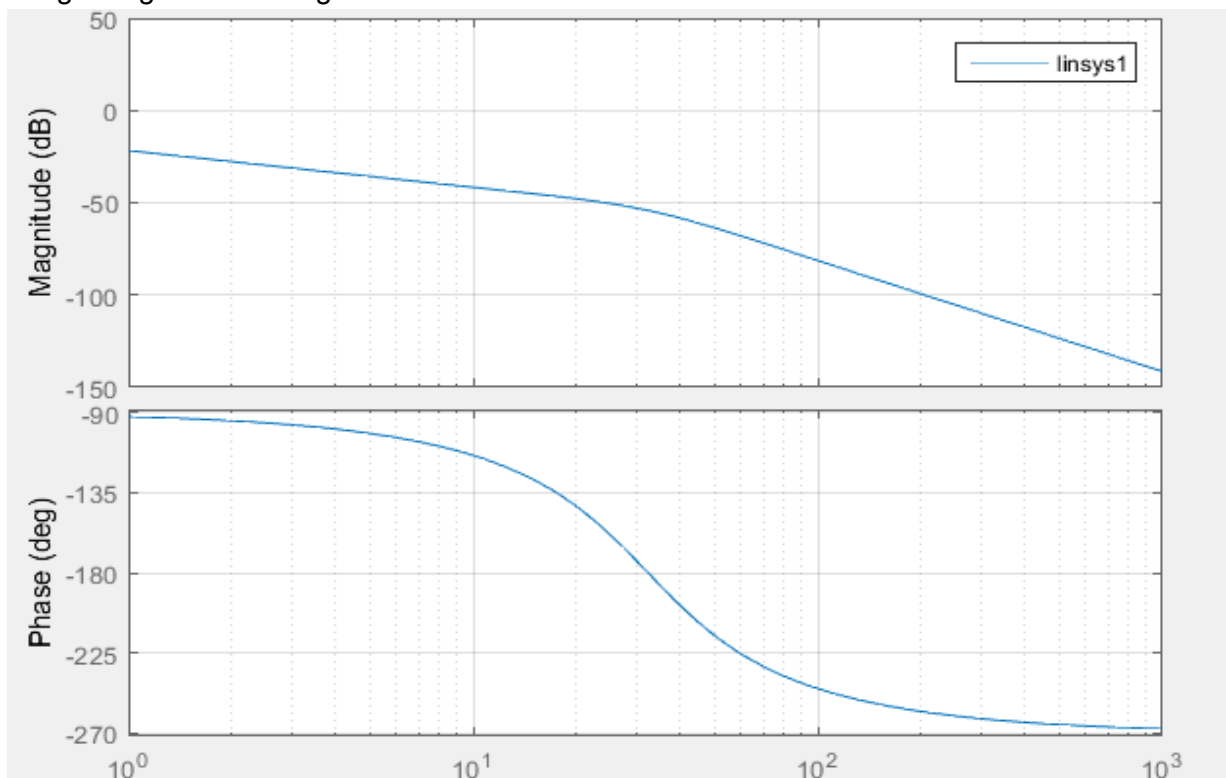

Figure 4 : Boucle ouverte d'un asservissement de position pour un moteur d'ordre 2 avec  $K_p=1$  (ordre 3 classe 1 au total)
- 9) Calculer le gain  $K_p$  permettant d'obtenir une marge de phase de  $45^\circ$  pour la Figure 4. Donner la marge de gain MG corrigée.